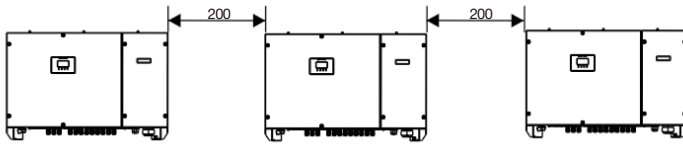
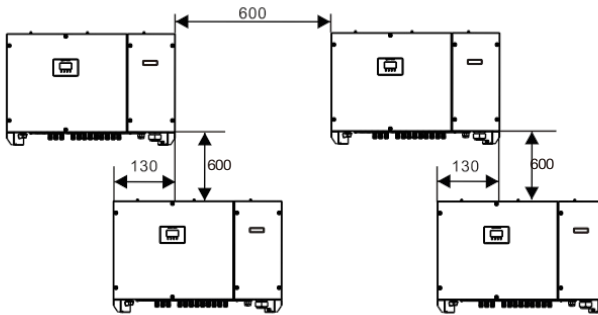

Figura 4.5 Installazione lungo la stessa linea (unità: mm)
Figura 4.6 Installazione in modalità sovrapposta
- Quando si installano più inverter, installarli lungo la stessa linea (come mostrato nella Figura 4.5) se lo spazio disponibile è sufficiente, e installarli in modalità triangolo o in modalità impilata (come mostrato nella Figura 4.6) se non è disponibile uno spazio sufficiente. Le modalità di installazione garantiscono uno spazio sufficiente per l'installazione e la dissipazione del calore.